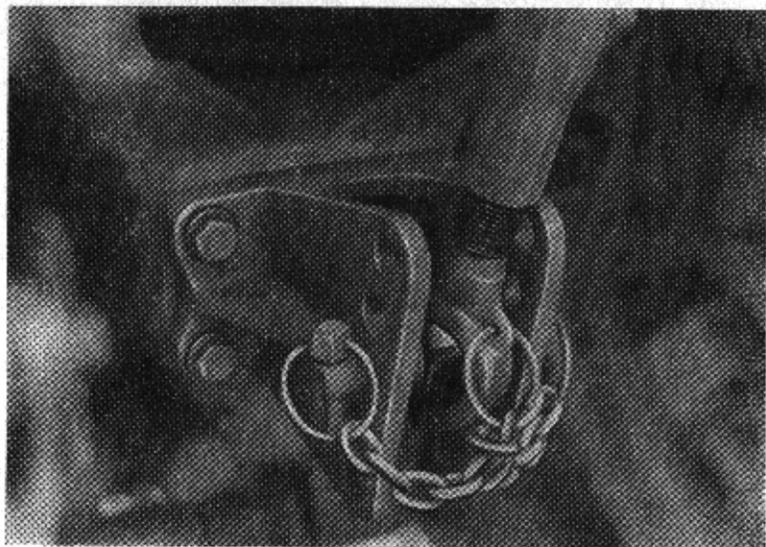

Fig. 32. Mécanisme de transfert de poids d'instrument porté vers les roues motrices
1. La mise des masses supplémentaires sur les disques des roues motrices (fig. 32) pour les tracteurs T40 et T40 «Super». * Chaque contrepoids est de 20 kg environ. Quatre contrepoids peuvent être montés sur un disque. Le poids total de tous les contrepoids constitue 160 kg environ.